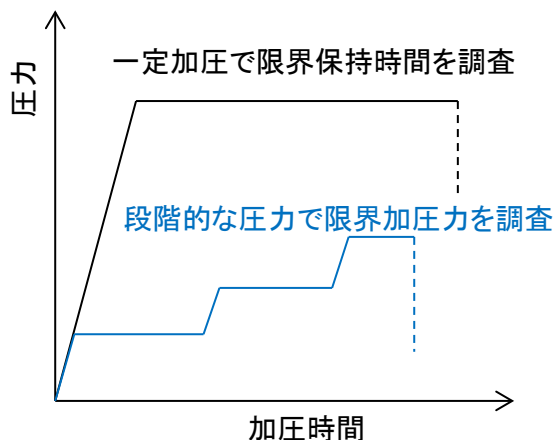

図2 窒素ガスによる加圧例
- ① 配管の一部あるいは継ぎ手部に、密閉可能な金属製継ぎ手を取り付け片側を漏れなく密閉します。
- ② これらを金属製容器中に入れ、内部を水等の媒体を入れ温度を一定に保持します。(樹脂製品の場合、特性が温度の影響を受けるため、温度一定条件下での試験が好ましいと考えられます。ご希望されない場合は、空气中・室温条件などでの試験も可能です。)
- ③ 窒素ガスポンペを圧力源として、窒素で供試体を含む系全体を加圧します。加圧圧力は、圧力センサにより連続的に計測可能です。加圧パターンとしては、お客様ご指定圧力への加圧、もしくは大気圧からの段階的な加圧ができます。また一定圧力下での保持時間も数十秒程度から、数時間まで対応できます。一定圧力下でのバーストまでの時間や限界圧力を計測できます。(図2)